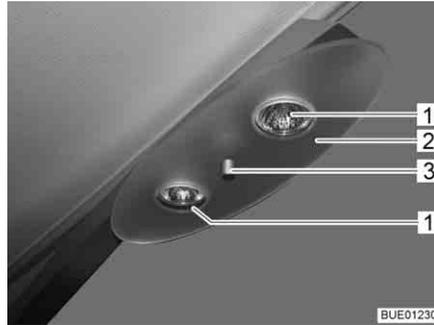

Fig. 240 Lâmpada de halogéneo de teto
- Desaperte a porca de retenção (Fig. 240,3) e retire a tampa de cobertura (Fig. 240,2).
- Retire a lâmpada de halogéneo (Fig. 240,1).